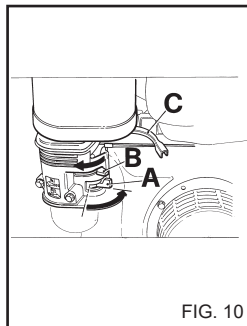

FIG. 10
4) Nach dem Anlassen des Motors, den Starthebel in die ursprüngliche Stellung B zurückbringen (Fig. 10).